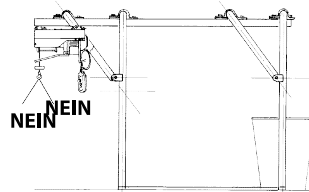

Fig. 2
- Fig. 2
3. Das Bockgerüst in die Arbeitsposition umdrehen und beide unteren Verbindungsstangen anbringen. Mit Hilfe der vier Mutterschrauben befestigen (siehe Abb.2)
5. Es ist unbedingt zu vermeiden, den Seilzug quer zur Vertikalen zu verwenden., (Fig.2).